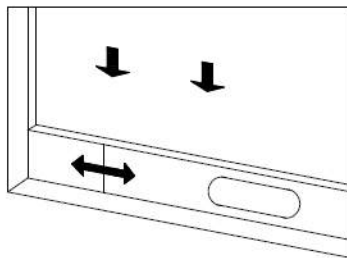

Abb. 2
5.2.1 Das Fenster halb öffnen und die Fensterdichtungsplatte am Fenster montieren (wie in Abb. 2 und 3 gezeigt). Die Komponenten zur Befestigung können in horizontaler und vertikaler Richtung platziert werden.